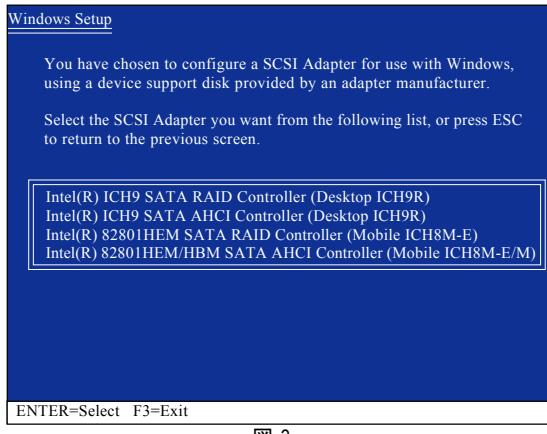

図 3
ルダから、BootDry フォルダで MENU.exe ファイルをダブルクリックします(図 3)。
セットアップがフロッピーディスクの Intel ICH9R SATA RAID/AHCI ドライバを正しく識別したら、以下の図 3 のようなコントローラメニューが表示されます。矢印キーを使用して、表示されたアイテムを 1 つ選択し、<Enter> を押します。 BIOS セットアップの SATA RAID/AHCI Mode アイテムを RAID モードに設定したら、**Intel(R) ICH9 SATA RAID Controller (Desktop ICH9R)** を選択します。(AHCI モードの場合、**Intel(R) ICH9 SATA AHCI Controller (Desktop ICH9R)** を選択します)。